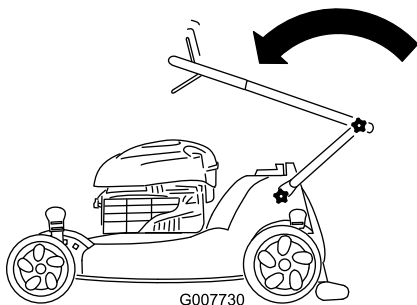

Bild 56
2. Klappen Sie den oberen Bügel nach vorne, siehe Bild 56.